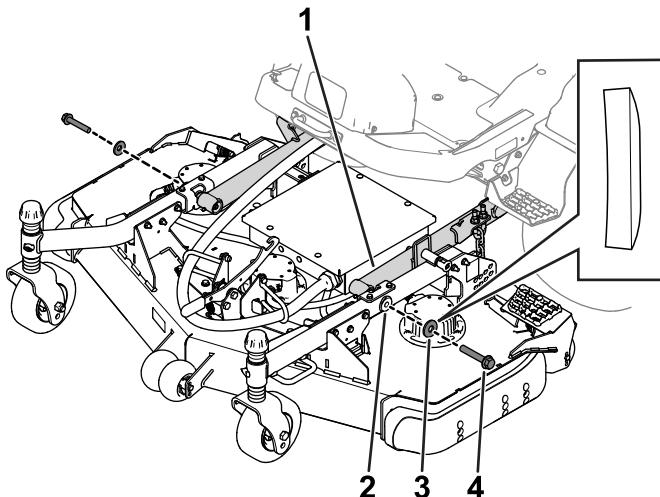

Figure 3
4. Utilisez 2 boulons à tête hexagonale et 2 rondelles pour fixer les bras pivotants aux bras de levage (Figure 3).
Veillez à positionner les rondelles avec la face convexe adjacente à la tête du boulon (Figure 3).